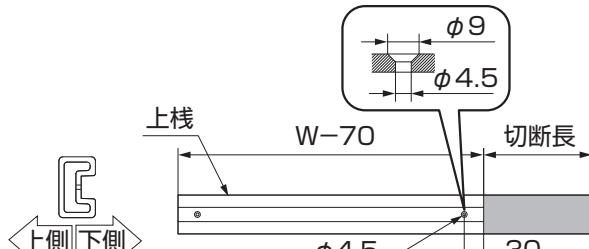

図2-2
④上桿を切断した側から30mmのところに、φ4.5の下穴とφ9サラ取り加工してください。(図2-2参照)